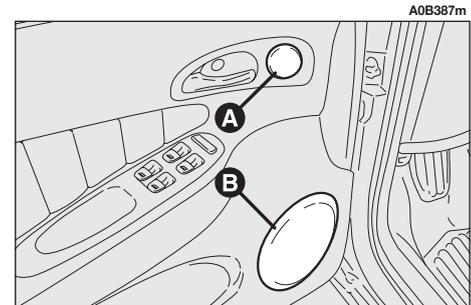
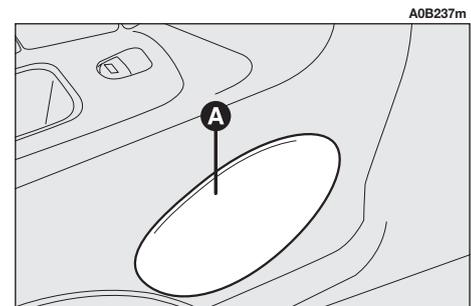

Abb. 168
Abb. 169
- 2 Tweeter-Lautsprecher (**A-Abb. 168**) mit einer Leistung von 30W;
- 4 Lautsprecher (**B-Abb. 168**) und (**A-Abb. 169**) mit einem Durchmesser von 165 mm (2 Lautsprecher vorn und 2 hinten) und einer Leistung von 40W;